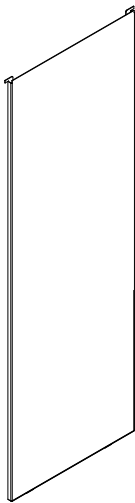
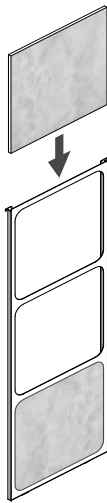

Figure 17.1
Figure 17.2
Votre appareil est expédié avec deux options de côtés, l'une est un panneau latéral complet (**Figure 17.1**) et un panneau latéral à tuiles (**Figure 17.2**). Il y en a deux chacun et il n'y a aucun côté droit ou gauche, ceux-ci pouvant donc être changés à tout moment.
2. Empilez les tuiles incombustibles dans le cadre, comme il est indiqué à la **Figure 17.2**.